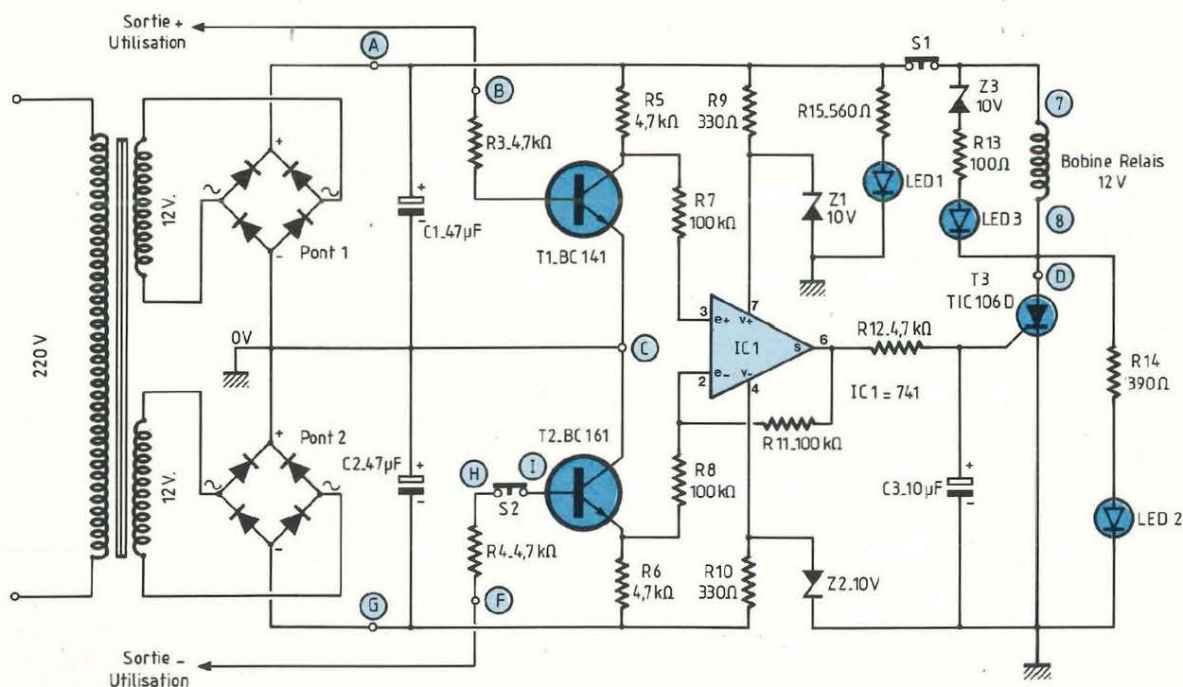

Fig. 3 : Commande du relais.
- La figure 3 en fournit le schéma de
directement aux sorties 12 V du transformateur, selon le schéma de la figure 3.